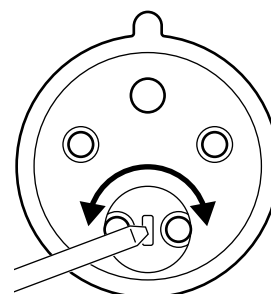

Fig. 16
3. Contrôlez le sens de rotation du ventilateur. Pour ce faire, démarrez le ventilateur, puis arrêtez-le. Lorsque la vitesse diminue, vous pouvez voir le sens de rotation du moteur à travers le capot de protection du refroidissement de ventilateur (où se trouve l'autocollant, selon la Fig. 1, pos. 6). Si le sens de rotation est incorrect, inversez les phases dans la fiche avec un ciseau plat comme indiqué sur la Fig. 16.